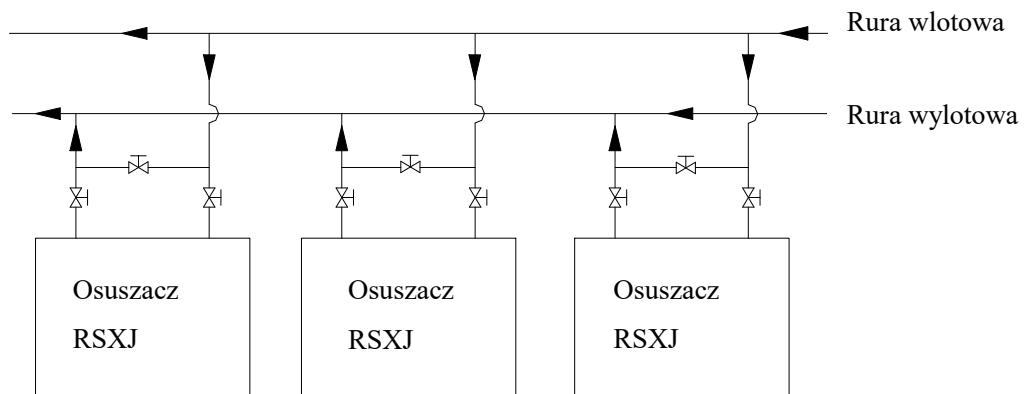

Fig.4, Instalacja przewodów
4) Jeśli mamy wiele osuszaczy ustawionych równolegle należy zapewnić równy podział objętości osuszanego powietrza na każdy z nich. Zobacz fig.4.